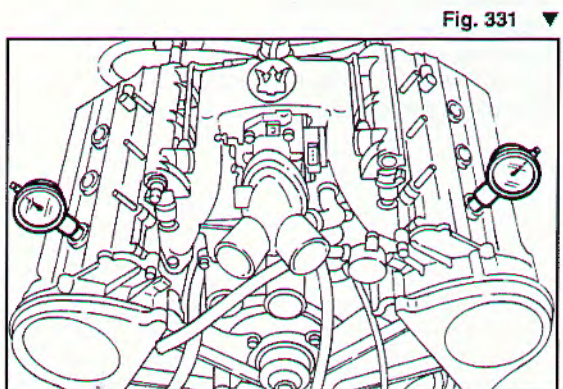

Fig. 331 ▼
- introdurre gli attrezzi AG 25140 per rilevamento PMS, completi di comparatori, nei fori delle candele dei cilindri n° 1 e n° 6, avvitandoli a fondo (**Fig. 331**);
- insert the TDC measuring tools AG 25140, complete with dial gauges, in the holes of the spark plugs of cylinders no. 1 and 6, locking them fully (**Fig. 331**);